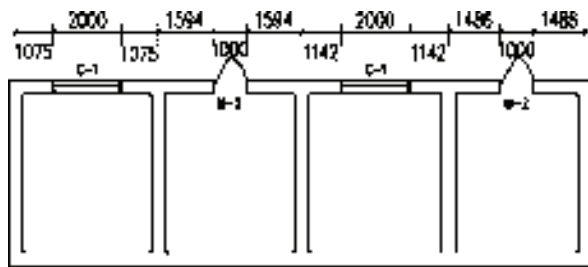

图 9-52 打开素材
- 1) 按〈Ctrl+O〉组合键，打开配套光盘提供的“第9章/9.2.1 文字复位.dwg”素材文件，结果如图9-52所示。